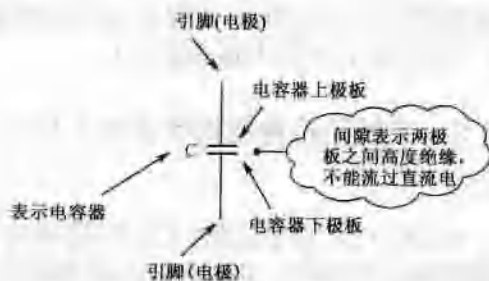

图 1.5 电容器电路符号举例
(3) 电路符号中的字母是该元器件英语单词的第一个字母，如变压器用 T 表示，它是英语 Transformer 的第一个字母。如果懂英语也有助于识别电路图中的电路符号，这对一些电路的识图非常有益。
(4) 一些元器件的电路符号还能表示该元器件的结构和特性，如图 1.5 所示是电容器的电路符号。电容器的基本结构是两个平行的金属板，两板之间高度绝缘，电容器符号中两条水平线表示了电容器的上、下极板，平行线间的间隙表示高度绝缘，也表示两极板之间不能让直流电流流过（电容器的隔直流特性可以借助这一符号记忆）。